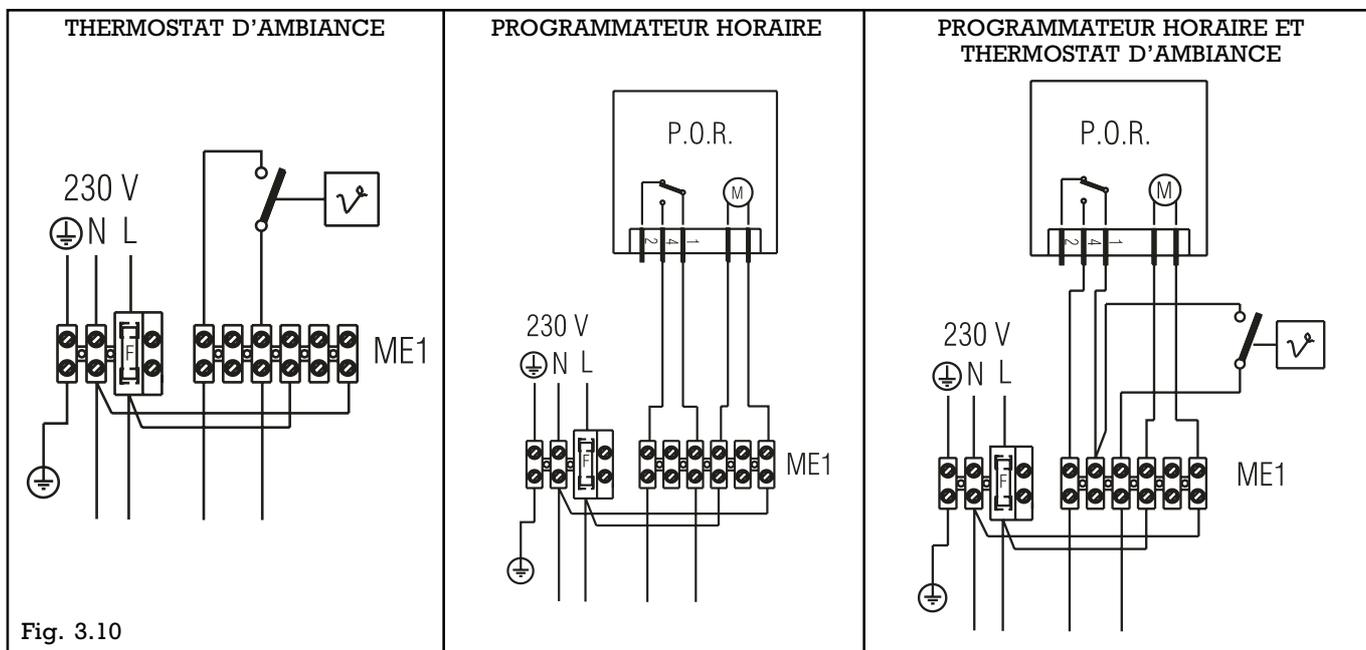

Fig. 3.10
• THERMOSTAT D'AMBIANCE (fig. 3.10)
• PROGRAMMATEUR HORAIRE (fig. 3.10)